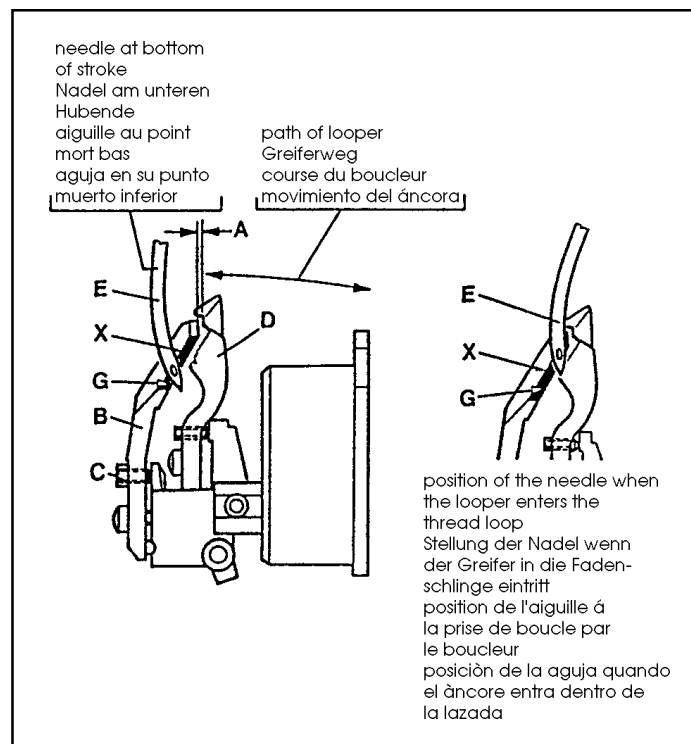

Fig. 6
Adjust the looper (D, Fig. 6) as described in paragraph "Setting the looper", see page 10.
Note: It is advisable to remove the rear needle guard (B, Fig. 6) for setting the looper.
Assemble the rear needle guard (B, Fig. 6). With set screw (C) adjust the distance (A) between looper (D) and rear needle guard (B) to 0.5 mm (.020 in.).
Laterally (front to rear) set the rear needle guard (B, Fig. 6) with its guarding surface (G) close to the needle (E) even so that it barely contacts it, to avoid hitting of the needle by the looper point.
Edge (X, Fig. 6) on the guarding surface (G) of the rear needle guard (B) should not essentially disturb the needle thread. If disturbance of the needle thread occurs it can be eliminated by slightly changing the 0.5 mm (.020 in.) distance between looper and rear needle guard as well as by slightly changing the needle height.
Stellen Sie den Greifer (D, Fig. 6) wie im Abschnitt "Einstellung des Greifers" beschrieben ein, siehe Seite 10.
BEACHTEN SIE: Es ist ratsam, zum Einstellen des Greifers den hinteren Nadelanschlag (B, Fig. 6) zu entfernen.
Bauen Sie den hinteren Nadelanschlag (B, Fig. 6) ein. Stellen Sie mit dem Gewindestift (C) den Abstand (A) zwischen Greifer (D) und hinterem Nadelanschlag (B) auf 0,5 mm.
Seitlich (von vorne nach hinten) stellen Sie den hinteren Nadelanschlag (B, Fig. 6) mit seiner Schutzfläche (G) dicht an die Nadel (E), so dass er sie gerade berührt, um zu verhindern, dass die Nadel von der Greiferspitze getroffen wird.
Die Kante (X, Fig. 6) an der Schutzfläche (G) des hinteren Nadelanschlags (B) soll den Nadelfaden nicht wesentlich stören. Tritt eine Störung des Nadelfadens auf, kann diese durch leichtes Verändern des 0,5 mm Abstands zwischen Greifer und hinterem Nadelanschlag sowie durch leichtes Verändern der Nadelhöhe beseitigt werden.
Régler le boucleur (D, Fig. 6) comme indiqué au paragraphe "Réglage du boucleur" page 10.
Monter le protège aiguille arrière (B, Fig. 6). Avec la vis (C) régler à 0,5 mm la distance (A) entre le boucleur (D) et le protège aiguille arrière (B).
Régler latéralement (avant-arrière) le protège aiguille arrière (B, Fig. 6) avec la surface de protection (G) près de l'aiguille de même qu'elle frôle pour éviter tout contact avec la pointe du boucleur.
Le bord (X, Fig. 6) du protège aiguille ne doit surtout pas interférer avec le fil d'aiguille. Si cela se produit, il est possible d'y remédier en modifiant légèrement de 0,5 mm entre le boucleur et le protège aiguille et, éventuellement, en changeant la hauteur de l'aiguille.
Ajustar el ánclora (D, Fig. 6) tal como se describe en el párrafo "Colocación del ánclora", ver página 10.
Montar el salva agujas posterior (B, Fig. 6). Con el tornillo de fijación (C) ajustar la distancia (A) entre ánclora (D) y salva agujas posterior (B) para que sea de 0,5 mm.
Ajuste lateral (de detrás hacia adelante) del salva agujas posterior (B, Fig. 6) en la zona (G), que deberá estar lo más cerca posible de la aguja (E), de forma de que apenas tome contacto con el salva agujas (E) para evitar el choque entre la punta del ánclora y aguja.
El canto (X, Fig. 6) de la zona de contacto (G), del salva agujas posterior (B), debe situarse de manera que no desvie el hilo de la aguja. Si esto ocurre, puede eliminarse moviendo ligeramente la distancia de 0,5 mm que existe ánclora y salva agujas posterior, o variando ligeramente la altura de la aguja.